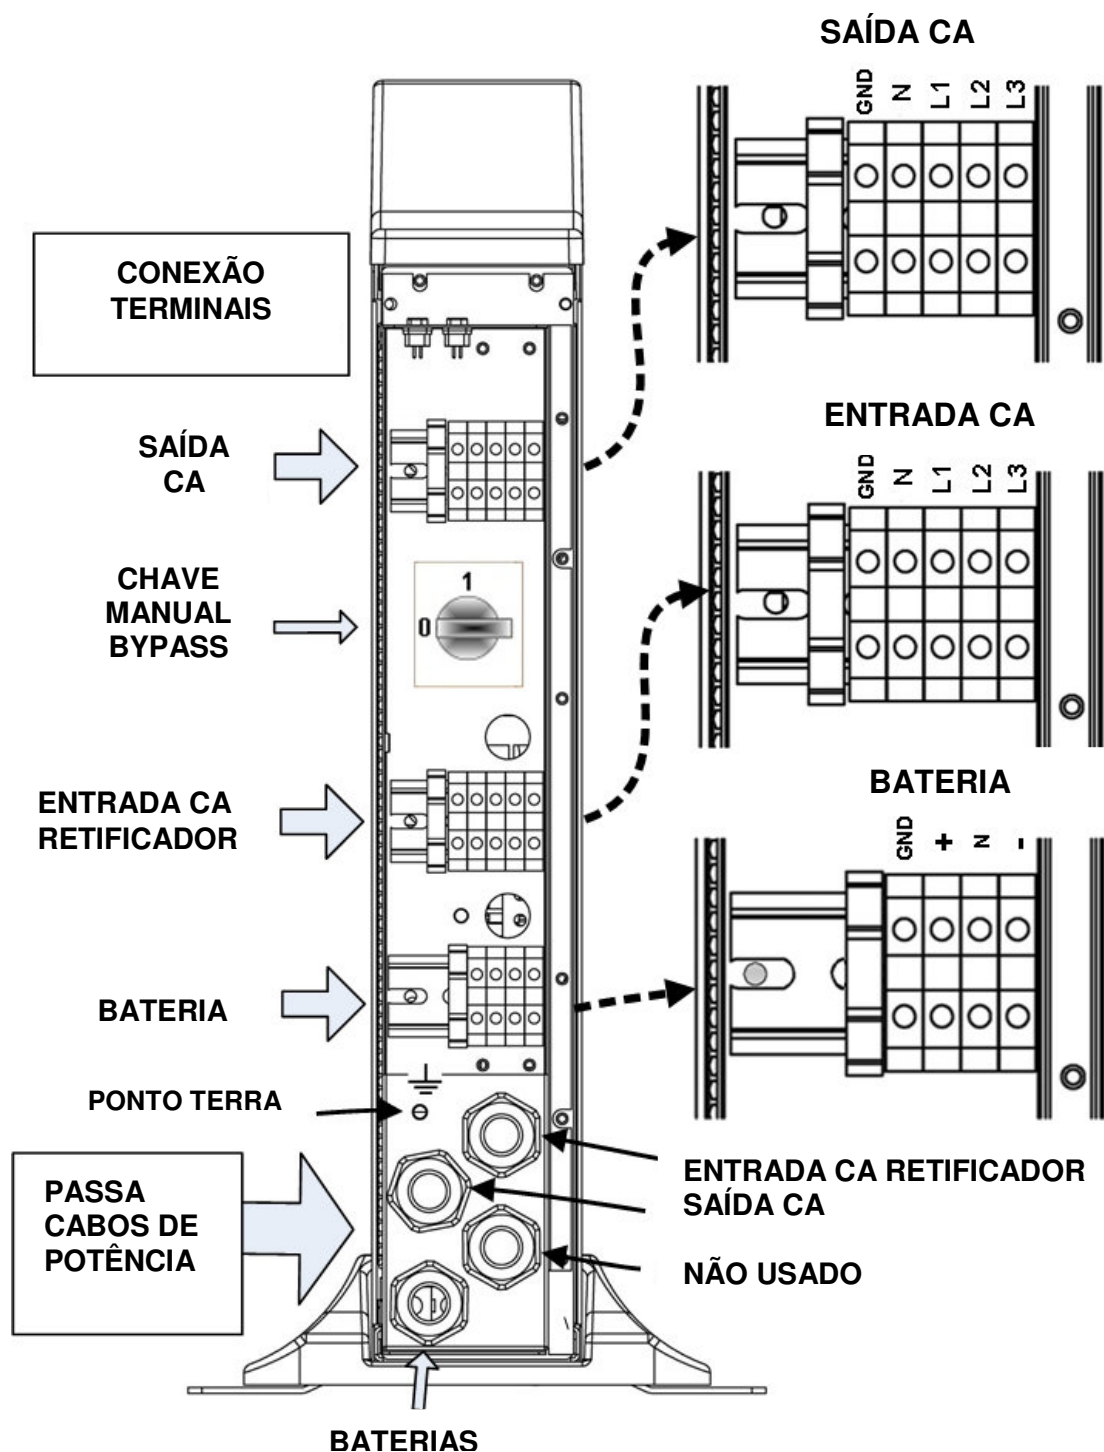

Figura 5: Vista traseira do UPS com a tampa de proteção removida
6. Conecte os cabos do UPS de acordo com a configuração da unidade, Figura 5.